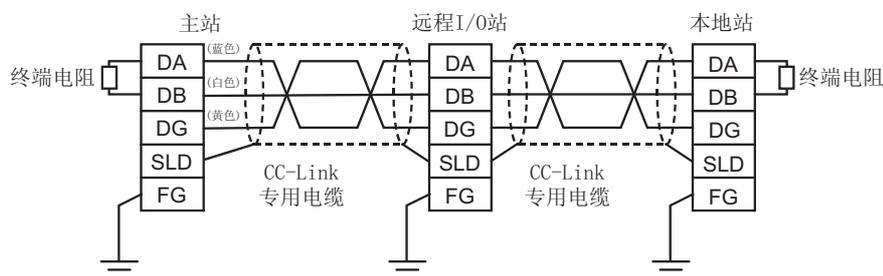

图 9.18 控制面板内 FG 线与 CC-Link 模块 /CC-Link 站之间的连接 (简图)
- CC-Link 模块、CC-Link 站和控制面板内部的 FG 电缆，都应该按照下图 9.18 所示，连接到 FG 端子上。